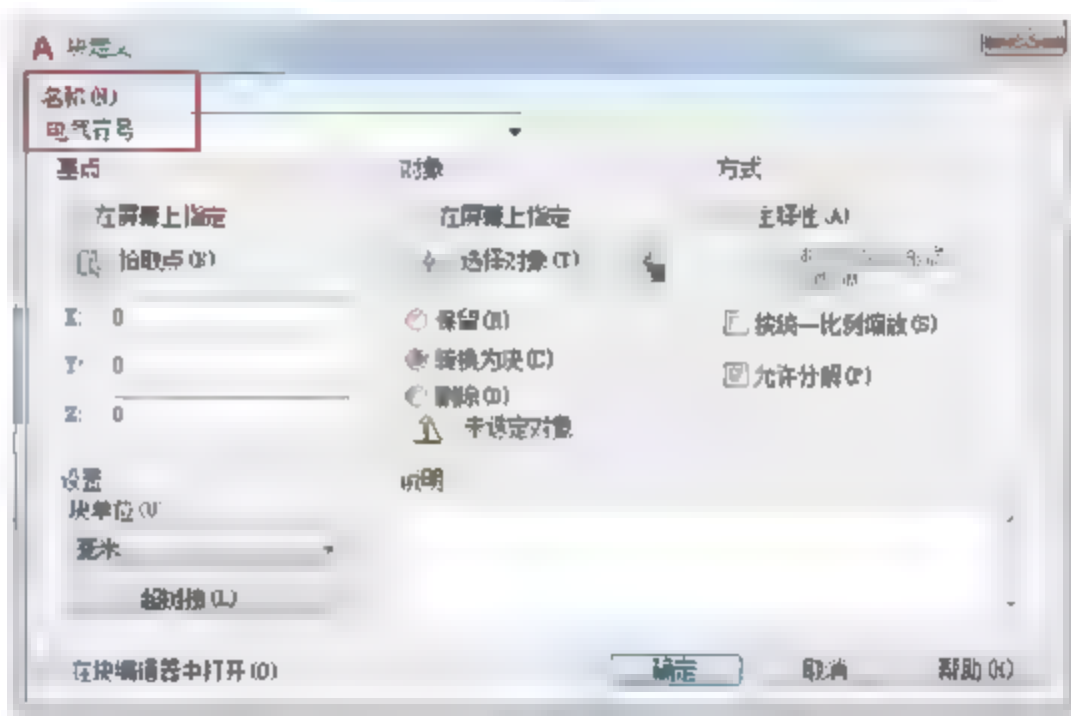

图7-6 【块定义】对话框
- 02 在【插入】选项卡中，单击【块定义】面板中的【创建块】按钮，弹出【块定义】对话框，在【名称】下拉列表框中输入【电气符号】，如图7-6所示。